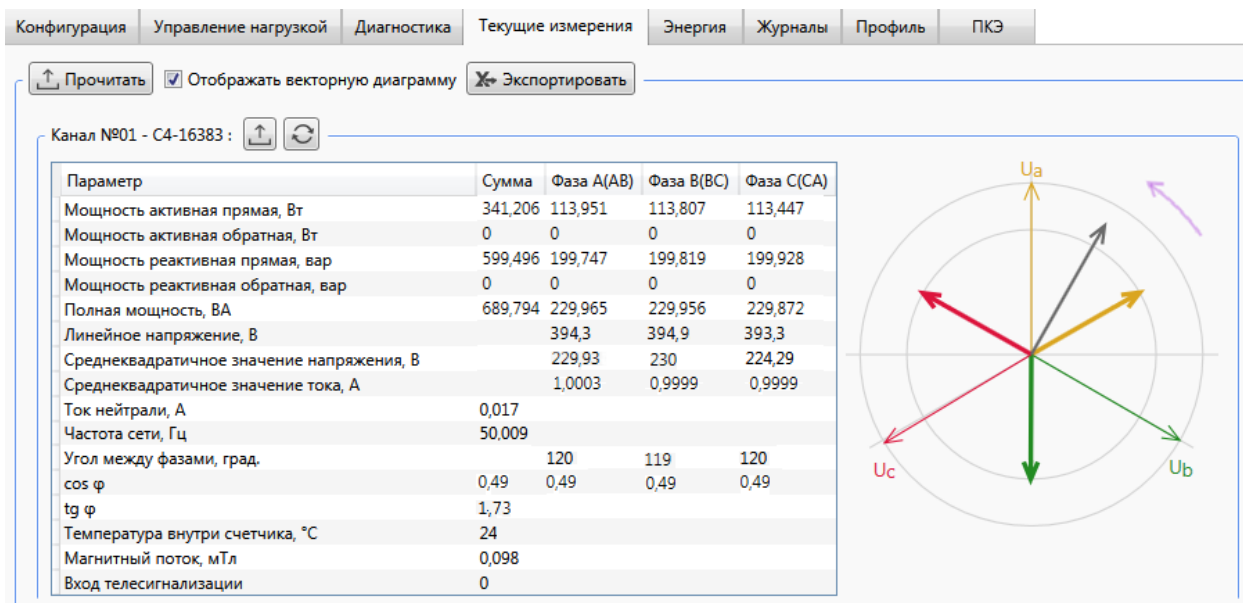

Рисунок 9.45 – Просмотр данных текущих измерений
9.6.2.1 Для просмотра данных текущих измерений необходимо перейти на вкладку *Текущие измерения* области параметров программы КОНФИГУРАТОР и нажать кнопку *Прочитать* (рисунок 9.45).